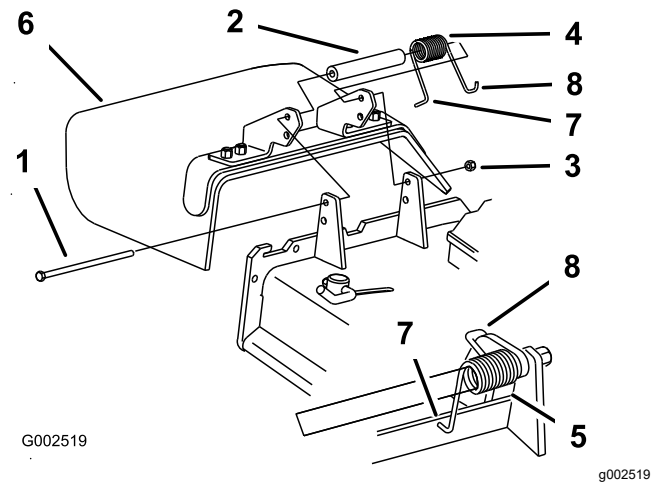

Figura 16
1. Remova a calha de descarga lateral da plataforma do cortador (Figura 16).